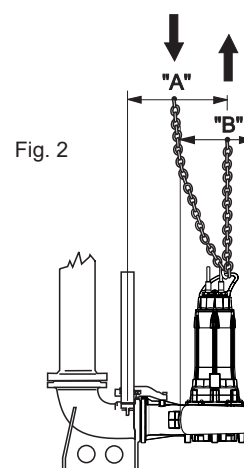

Fig. 2
- 1.5. - Volendo estrarre l'elettropompa dalla propria sede occorre innanzitutto disconnettere i cavi elettrici dal quadro di comando ed operare il sollevamento come indicato a pag. 7 (Fig.2). Lavare con getto d'acqua pulita esternamente ed internamente l'elettropompa da ogni possibile residuo del liquido pompato avendo cura di usare occhiali antinfortunistici, guanti in gomma, mascherina e grembiule impermeabile.